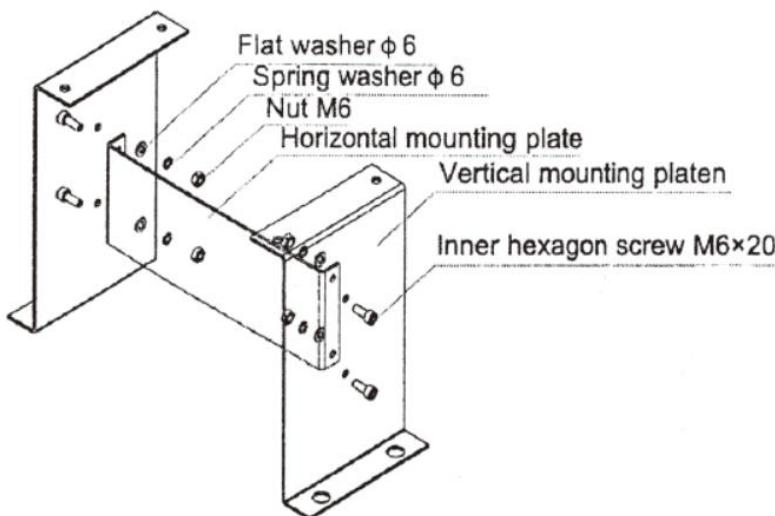

Figure 5
b) Si vous sélectionnez la base de montage amovible, la base doit d'abord être assemblée comme indiqué sur la figure 5 :